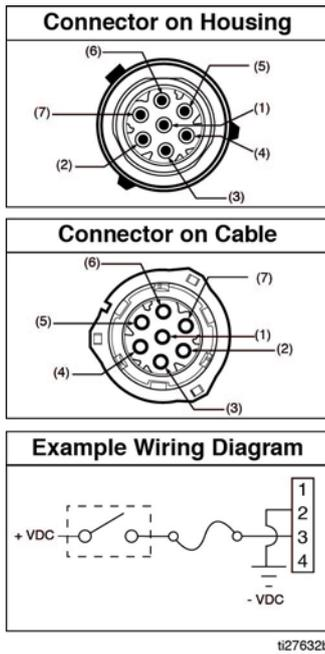

ABB. 5
- Siehe Steckeranordnung in ABB. 5 für die korrekte Position im Stecker.
Stecker und entsprechende Kabelfarben (ABB. 5 auf Seite 15)